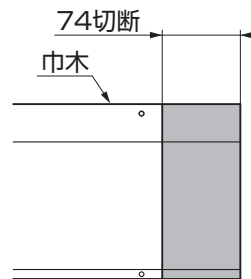

図8-4 巾木の切断
- ②巾木を取外し、切断加工をします。(図8-4参照)
- ③調整金具の取付けは調整金具施工治具をあてケガキ、ドリルで穴加工してください。